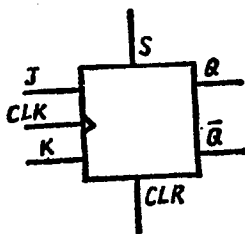

图 1.8 JK 触发器
1) 符号: 如图 1.8 所示。J 和 K 为控制输入端。